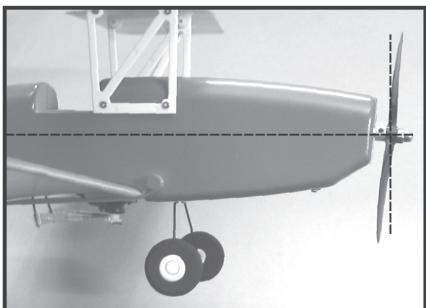

Bild 19
Der Fahrwerksdraht (1) wird an der Rumpfunterseite in den vorbereiteten Fahrwerksschacht (2), der sich unmittelbar hinter dem Akkufach befindet, eingeschoben (siehe auch Bild 19).
Wenn Sie das Modell waagerecht ausrichten und es anschließend von der Seite betrachten, werden Sie schnell feststellen, dass der Propeller nicht genau senkrecht zur Rumpflängsachse (siehe Bild 19 gestrichelte Linie), sondern etwas „schießt“ nach unten steht.